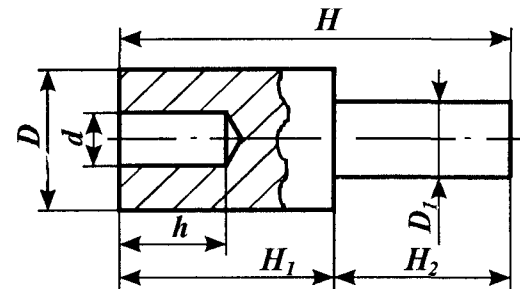

Рис. 65. Эскиз ступенчатого валика к заданию 1—3
1. Выполните в рабочей тетради эскиз ступенчатого валика, изображенного на рис. 65.